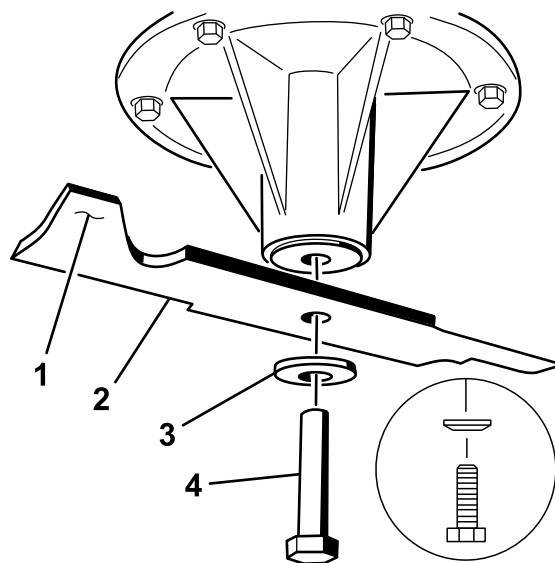

Figura 81
2. Retire del eje el perno de la cuchilla, la arandela curva y la cuchilla (Figura 81).